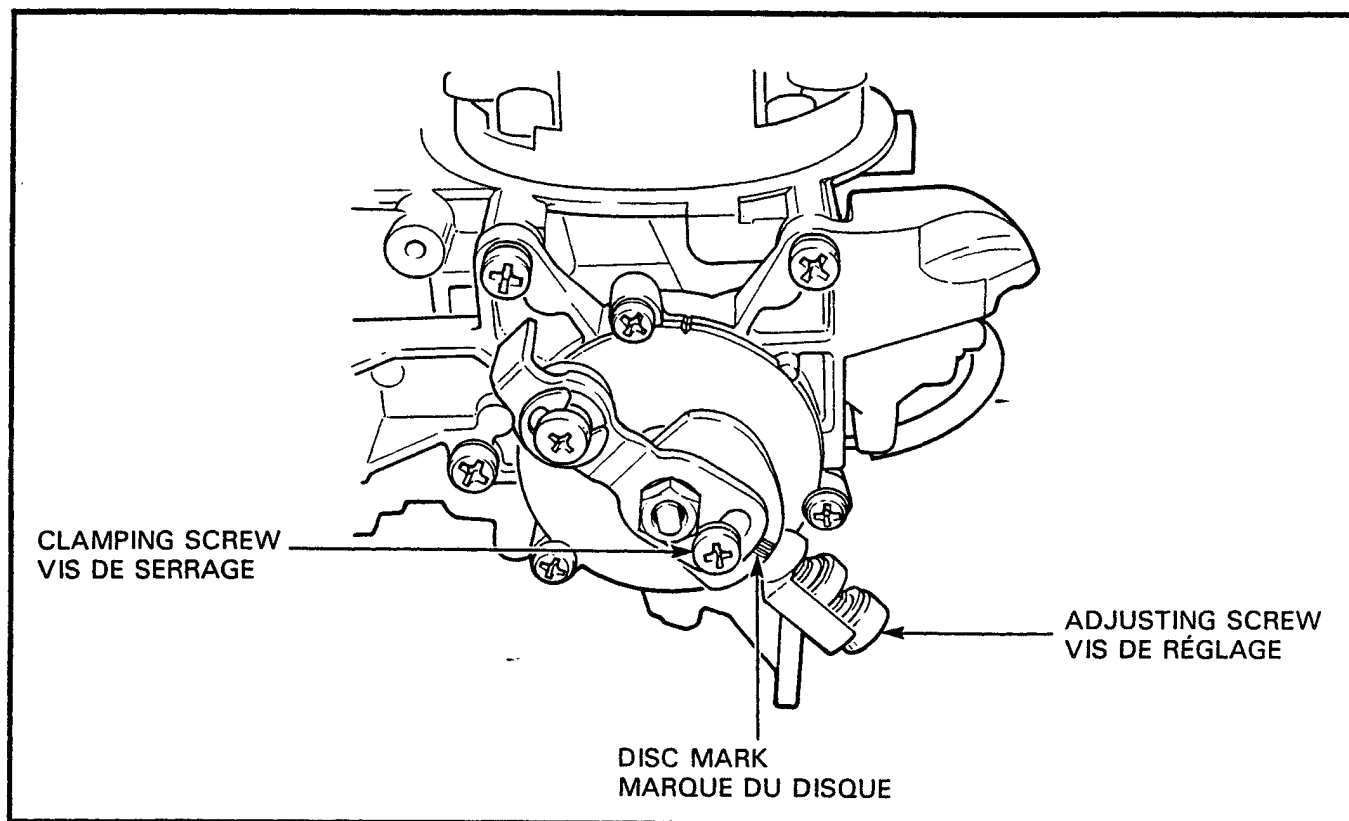

Figure 2-8-1 Cold Idling Speed Check
- f. Ensure the mark on the disc points to the centre of the adjusting screw, see Figure 2-8-1. If necessary, loosen the clamping screw and rotate the disc until the mark on the disc points to the centre of the adjusting screw and tighten the clamping screw.
- f. S'assurer que la marque sur le disque est dirigée vers le centre de la vis de réglage, voir figure 2-8-1. Si requis, desserrer la vis de serrage et tourner le disque que jusqu'à ce que sa marque pointe vers le centre de la vis de réglage, et serrer la vis de serrage.